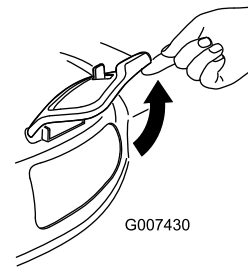

Bild 28
2. Öffnen Sie die Seitenauswurfklappe (Bild 28).